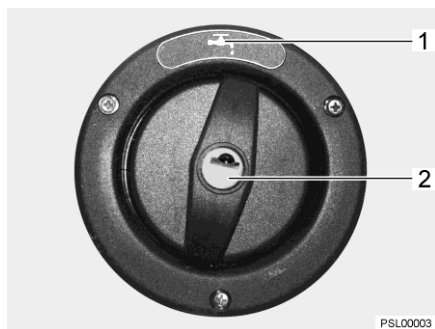

Bild 92 Lock för påfyllningsöppningen för dricksvatten
Påfyllningsöppningen för dricksvatten är märkt med symbolen "☞" (Bild 92,1). Locket låses och låses upp med nyckeln till de utvändiga låsen (utvändiga luckorna).
- Stick in nyckeln i låscylindern (Bild 92,2) och vrid ett kvarts varv moturs.
- Öppna påfyllningsöppningen för dricksvatten (Bild 92).